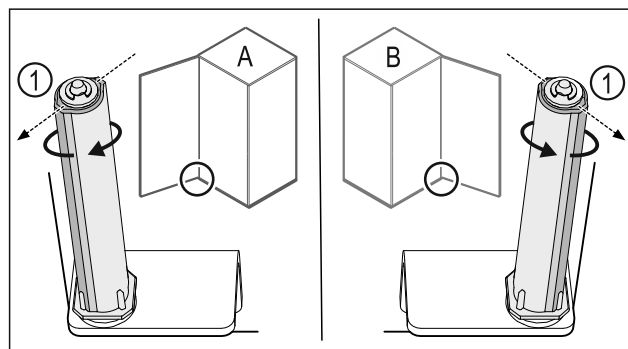

Fig. 39 Venstreanslag (A)/højreanslag (B)
- ▶ Drej lukkesystemet mod modstanden, indtil lukkesystemets forbindelsesdel Fig. 39 (1) peger udad.